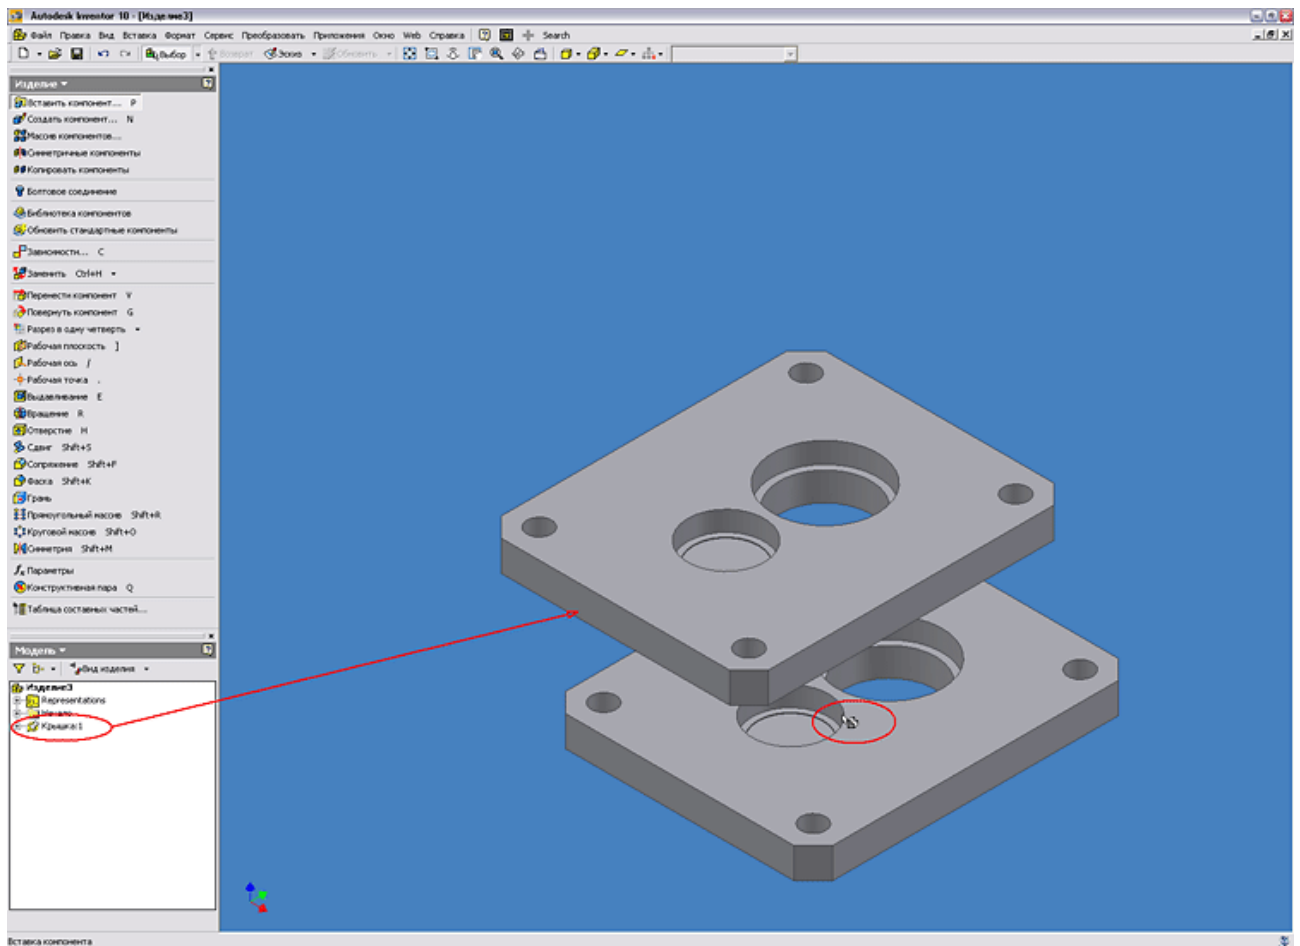

Рис. 3
3. После нажатия на кнопку «Открыть» Inventor автоматически вставляет базовую деталь, позиционируя её в начале координат изделия. Если в сборке присутствует несколько одинаковых деталей, то их вставка может быть осуществлена сразу после вставки первой детали нажатием левой кнопки мышки без повторения операции «Вставка компонента» Первая деталь в сборке назначается базовой автоматически. Об этом свидетельствует наличие особого значка (канцелярская кнопка) напротив названия детали в браузере модели. Базовая деталь не имеет ни одной степени свободы. В изделии может быть сколько угодно базовых компонентов. Деталь можно сделать не базовой – щелкнув правой кнопкой мыши на детали в браузере модели и сняв флажок «Базовый» (см. Рисунок 3).